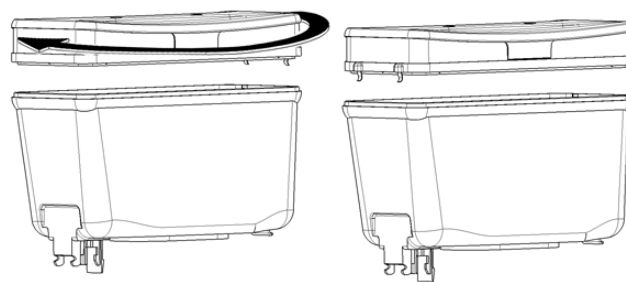

figure 2
- 9 Tournez le couvercle de 180° pour l'éteindre. (voir figure 2)